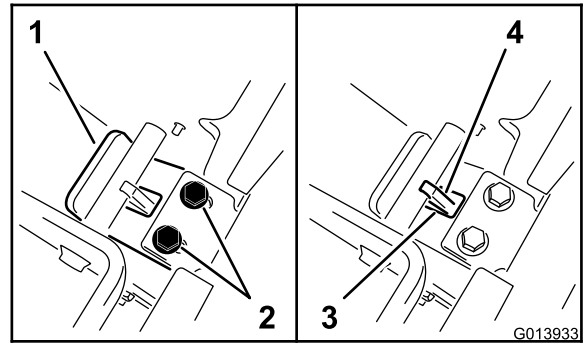

Figure 12
5. Tout en maintenant la pression sur la plaque d'appui, faites glisser la languette vers vous jusqu'à ce que son rebord entre en contact avec la barre transversale (Figure 12).